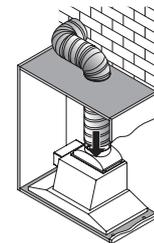

Рис. 4
4. Соедините воздуховод с адаптером вытяжки. Выведите другой конец воздуховода в вентиляционную шахту (Рис. 4), при работе вытяжки в режиме вытяжной вентиляции.